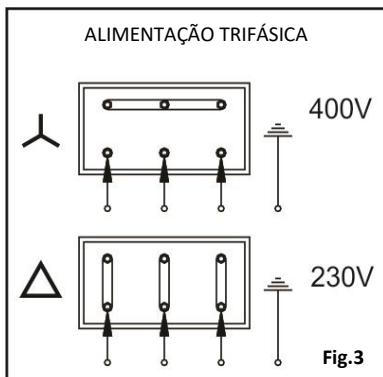

Fig.3
- Os esquemas da Fig.3 facilitam a correcta ligação eléctrica.